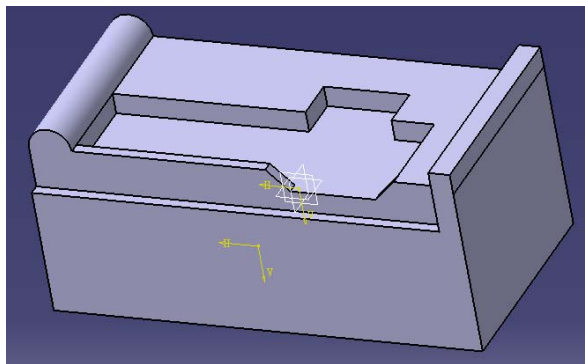

图 3-105
(7) 选择  后, 深度设为 Up to last (见图 3-105)。